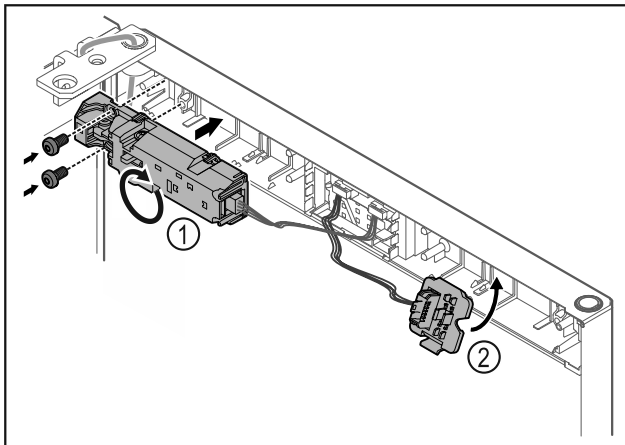

Fig. 21
- Afstandsslot Fig. 21 (1) met 180° draaien en aan tegenoverliggende zijde bevestigen.
- Stekkerhouder Fig. 21 (2) aan tegenoverliggende zijde vergrendelen.